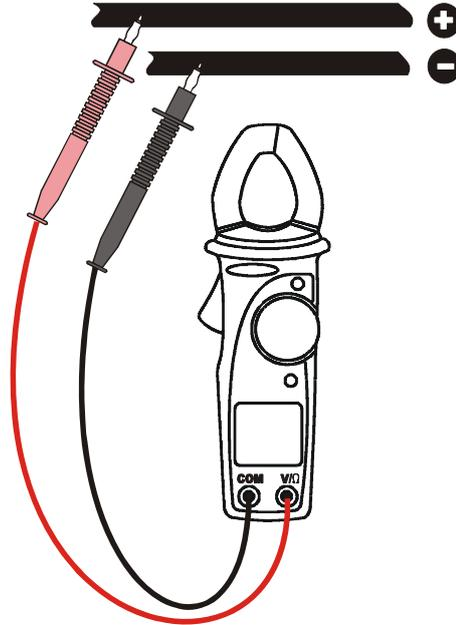

Abb. 5: Die Anwendung der Zange für DC Spannungsmessung
2. Verbinden Sie die Meßleitungen mit den Eingangsbuchsen, der rote Stecker mit der V / Ω Buchse, und den schwarzen Stecker mit der COM Buchse. (s. Abb. 5).